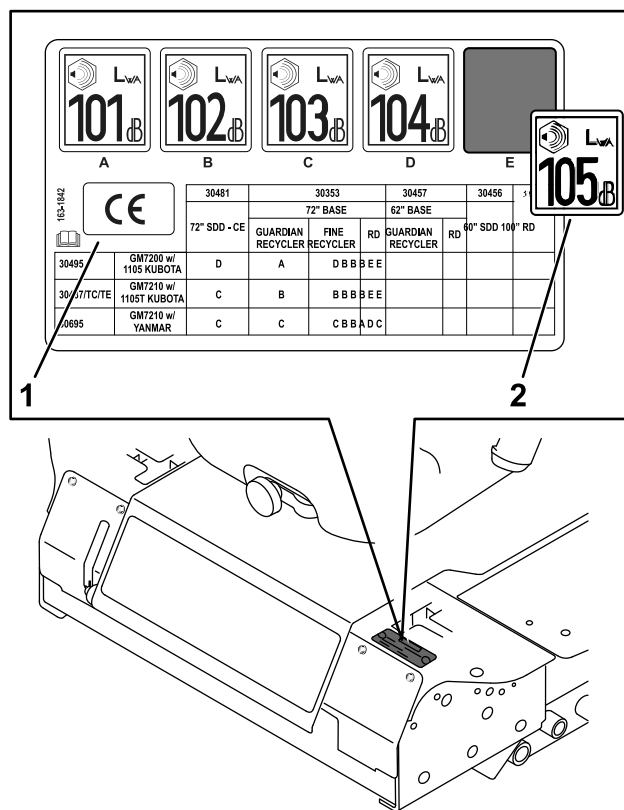

図 12
2. 規制デカルの表面部分、およびこれから騒音デカルとCEデカルを貼り付る場所左側走行コントロールレバーの隣を十分にきれいにする 図 12。
4. 音力部分デカルの裏紙をはがし、図 12 のように既存デカル左側走行コントロールレバー付近の対応部分に貼り付け、デカルの中央部から縁の方に外側に向かって押し広げるようにして貼り付ける。
5. 騒音デカル 163-1842 図 12 の CE 表示部の裏紙をはがし、既存デカルの上の適当な場所に貼り付け、デカルの中央部から縁の方に外側に向かって押し広げるようにして貼り付ける。